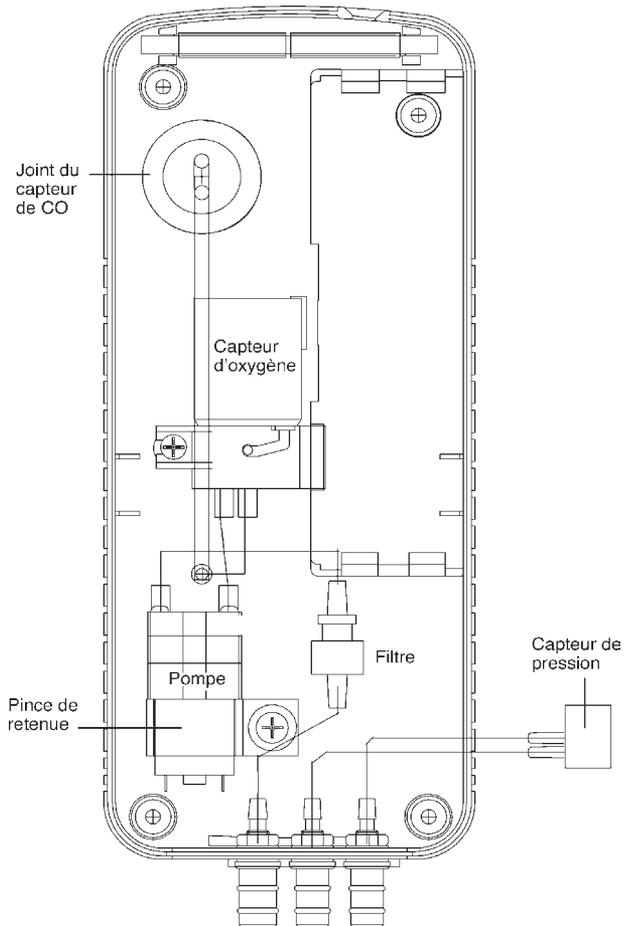

Figure 5-3. Emplacement du filtre, des capteurs et du moteur de la pompe
6. Enlevez le tuyau branché au connecteur d'entrée. (Voir Fig. 5-3).
2. Poussez vers le bas sur le capteur d'oxygène, tournez-le puis retirez-le de son support et faites glisser son connecteur en dehors de la plaquette de circuit. (Voir Fig. 5-3).
4. Il est recommandé de remplacer le joint du capteur CO (Fig. 5-3) en même temps que le capteur. Retirez le vieux joint et jetez-le. Retirez le papier du joint neuf (voir section 6.1) et collez-le sur le boîtier, au même endroit que le vieux joint.
3. Unscrew the Hold Down Clamp, and remove it from the pump (See Fig. 5-3).